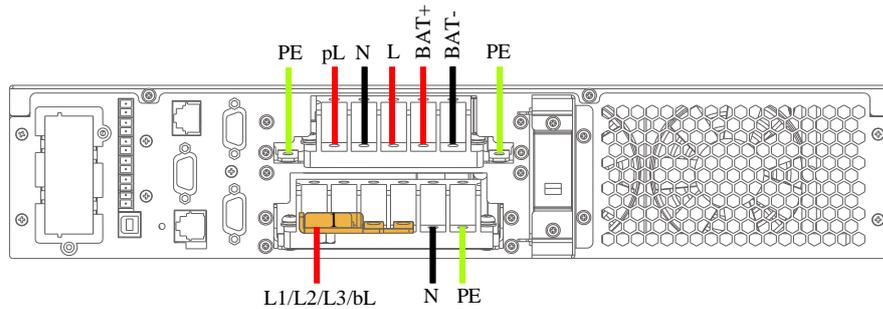

图2-19 接线示意图（单进单出、主旁同源）
3. 将主路输入火线穿过接线盒上盖的过线孔，然后接到出厂默认安装好的短接铜排 1 上。将主路输入中线和输入地线穿过接线盒上盖的过线孔，然后分别连接到 UPS 输入输出端子排上的输入中线端子（N）、输入地线端子（PE）上，并拧紧固定螺钉。如图 2-19 所示。
4. 如图 2-19 所示，将输出火线、输出中线和输出地线穿过接线盒上盖的过线孔，然后分别连接到 UPS 输入输出端子排上的输出火线端子（L）、输出中线端子（N）和输出地线端子（PE）上，并拧紧固定螺钉。